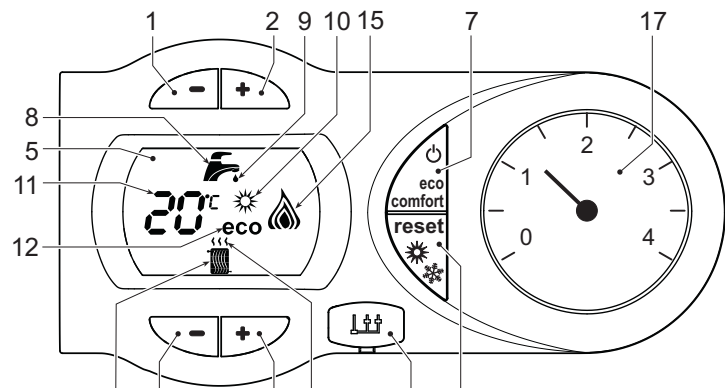
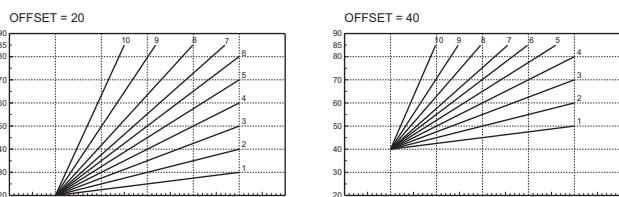
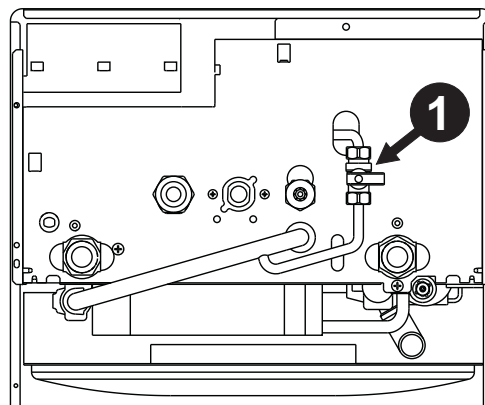

рис. 1 - Панель управления
рис. 6 - Пример параллельного смещения компенсационных характеристик
рис. 7 - Кран для заливки воды
**Условные обозначения на панели управления рис. 1**
На дисплее (поз. 11 - рис. 1) высвечивается текущая температура воды, подаваемой в систему отопления, а во время ожидания отопления - символ "d2".
На дисплее (поз. 11 - рис. 1) высвечивается выходная температура воды в контуре ГВС, а во время ожидания выдачи воды ГВС - символ "d1".
О поступлении команды на переключение в режим (восстановление внутренней температуры котла) предупреждает мигание индикатора, расположенного под краном. На дисплее (поз. 11 - рис. 1) высвечивается температура воды в котле.
В случае неисправности (см. сар. 4.4) на дисплее отображается код неисправности (поз. 11 - рис. 1) и во время ожидания - надписи "d3" и "d4".
Нажмите кнопку "Вкл/Выкл" (поз. 7 - рис. 1) на 5 секунд.
Когда котел выключен, на электронный блок продолжает подаваться электрическое питание. При этом не происходит нагрева воды для систем отопления и ГВС. Остается активной система защиты от замерзания. Для повторного включения котла снова нажмите кнопку "Вкл/Выкл" (поз. 7 рис. 1) на 5 секунд.
Нажмите кнопку "Лето"/"Зима" (поз. 6 - рис. 1) на 2 секунды.
На дисплее высветится символ "Лето" (поз. 10 - рис. 1): При этом котел будет вырабатывать только воду для ГВС. Остается активной система антазимерзания.
Для выключения режима "Лето" вновь нажмите кнопку "Лето"/"Зима" (поз. 6 - рис. 1) на 2 секунды
Температура в системе отопления регулируется в пределах от 30°C до 85°C с помощью кнопок рис. 1 (дет. 3 и 4 - ); однако, не рекомендуется эксплуатировать котел при температуре ниже 45 °C.
Температура рис. 1в системе ГВС регулируется в пределах от 40°C до 55°C с помощью клавиш (поз. 1 и 2 - ).
Данное устройство может быть отключено пользователем (режим ECO), нажав клавишу **eco/comfort** (поз. 7 - рис. 1). При работе в режиме ECO на дисплее высвечивается соответствующий символ (поз. 12 - рис. 1). Для включения режима "КОМФОРТ" снова нажмите кнопку "Экономичный"/"Комфорт" (поз. 7 - рис. 1).
В режиме плавающей температуры величина, заданная с помощью кнопок регулировки температуры в системе отопления (Поз.3 - рис. 1), становится максимальной температурой воды, подаваемой в систему отопления. Рекомендуется устанавливать ее на максимальную величину, чтобы позволить системе выполнять регулировку во всем полезном рабочем диапазоне.
При нажатии на 5 секунд кнопки "СБРОС" (поз. 6 - рис. 1) открывается доступ в меню "Плавающая температура"; при этом на дисплее мигает символ "CU".
Используйте кнопки регулировки воды ГВС (поз. 1 - рис. 1) для выбора нужной компенсационной характеристики от 1 до 10. При установке характеристики на 0, режим "плавающей температуры" отключается.
При нажатии кнопок регулировки температуры отопления (поз. 3 - рис. 1) открывается доступ к параллельному смещению характеристик; при этом на дисплее мигает символ "OF". Используйте кнопки регулировки воды ГВС (поз. 1 - рис. 1) для параллельного изменения кривых в соответствии с характеристикой (рис. 6).
При повторном нажатии на 5 секунд кнопки "Сброс" (поз 6 - рис. 1) осуществляется выход из меню "Плавающая температура".
Выбор режимов "ЭКОНОМИЧНЫЙ"/"КОМФОРТ"	При отключении режима ГВС с пульта ДУ котел устанавливается в режим "Экономичный" (ECO). В этих условиях кнопка "Экономичный"/"Комфорт" (поз. 7 - рис. 1) на панели управления котла заблокирована. При включении режима ГВС с пульта ДУ с таймером котел устанавливается в режим "Комфорт". В этих условиях с помощью кнопки "Экономичный"/"Комфорт" (поз. 7 - рис. 1) на панели управления котла можно выбрать любой из этих двух режимов.
Давление напора при заполнении холодного контура, считанное гидрометром котла (поз. 17 - рис. 1), должно составлять приблизительно 1,0 бар. Если во время работы давление воды в системе упадет до величины ниже минимально допустимой, котел будет остановлен и на дисплее высветится ошибка F37. С помощью крана для заливки воды (поз. 1 рис.7) довести давление до первоначального значения. По окончании операции всегда закрывайте кран заливки воды.